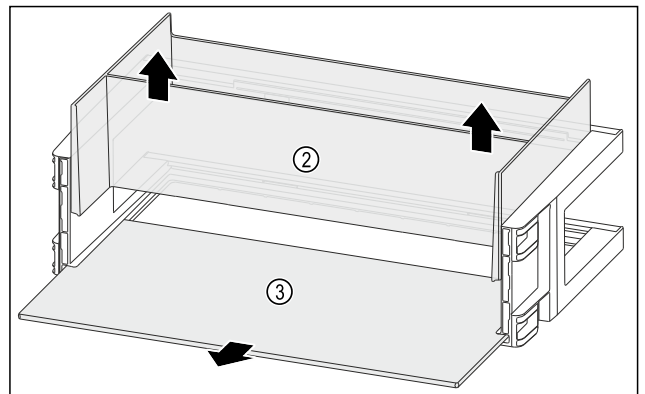

Fig. 114
- Organizer Fig. 114 (2) naar boven toe wegnemen.
- Draagplateau Fig. 114 (3) verwijderen.